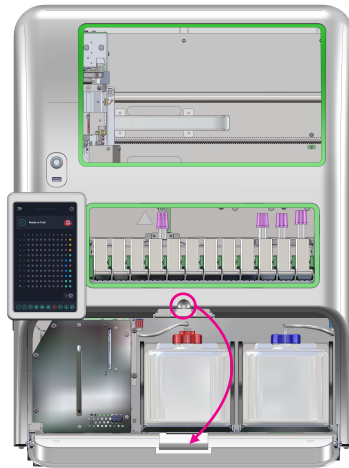

Figure 54
1. Ouvrez la porte d'accès du compartiment à bouteilles (figure 54).